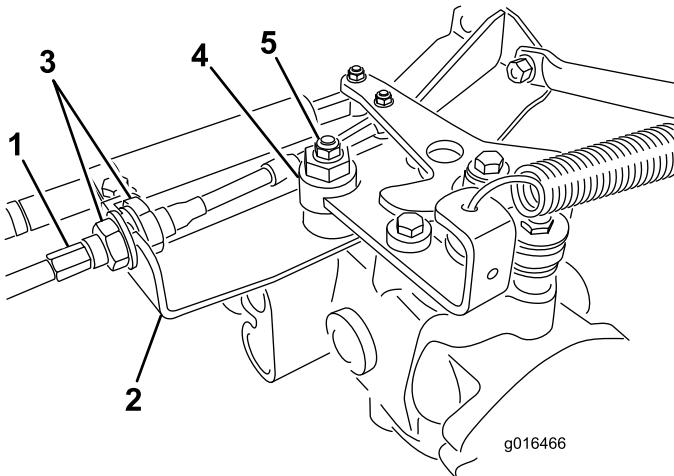

図 42
- A. 走行ケーブルを油圧トランスミッションのバルクヘッドに取り付けているジャムナット図42を両方ともゆるめる。ジャムナットは調整ができるよう十分に、また均等にゆるめること。
- B. 偏芯ナットをトランスミッション上部に止めているナット図42をゆるめる。
- D. どちらにも車輪が回らないように偏芯ナットを回して調整する。調整ができたら固定ナットを締める図42。スロットル SlowおよびFast位置で調整が正しいことを確認する。
を固定する図42。ケーブルをねじらないように注意すること。